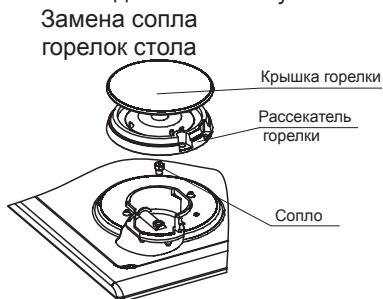

рис. 16
22.1. Проведение замены сопла при ремонте, а также при переводе на другой тип газа (рис.16, 17, 18)